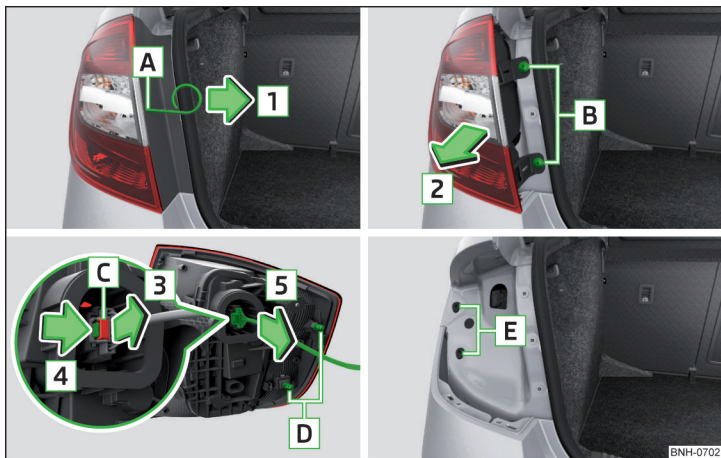

Fig. 276 Demontarea lămpii/scoaterea conectorului
- › Introduceți brida pentru extragerea capacelor integrale de roată în degajarea **A** » fig. 276.
- › Introduceți lampa cu proeminențele **D** în punctele de fixare **E** din caroserie » fig. 276.